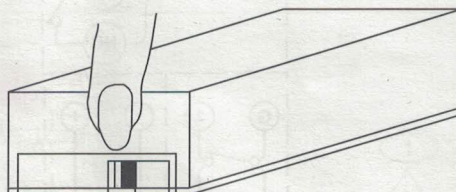

图 4.1 拆卸护盖
2. 要拆下 DS7465i 的护盖，请将大拇指直接放在 DS7465i 的边缘上方，按入并抬起。参见图 4.1。